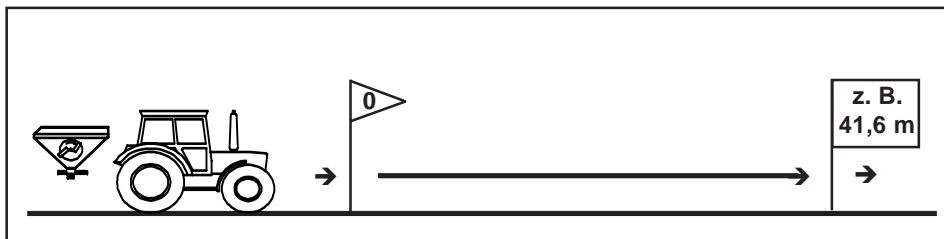

Fig. 7.11
- Meßstrecke auf dem Feld exakt abmessen. Anfangs- und Endpunkt der Meßstrecke markieren (Fig. 7.11).